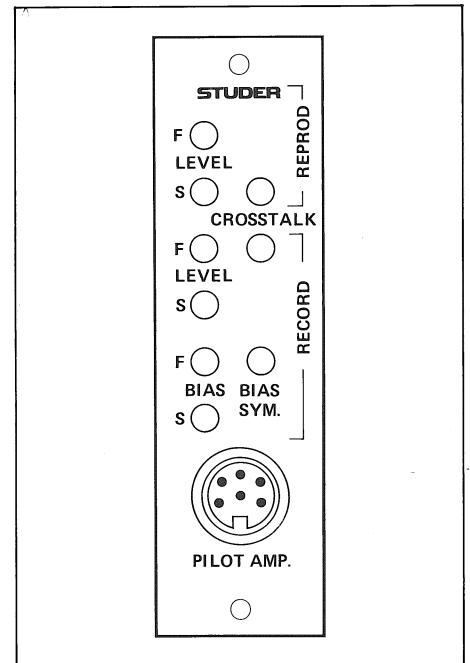

Fig. 2.2
- Fig. 2.2 Anschlussfeld A80 ohne Nachsteuerung
- Fig. 2.2 Terminal board A80 without follow-up system